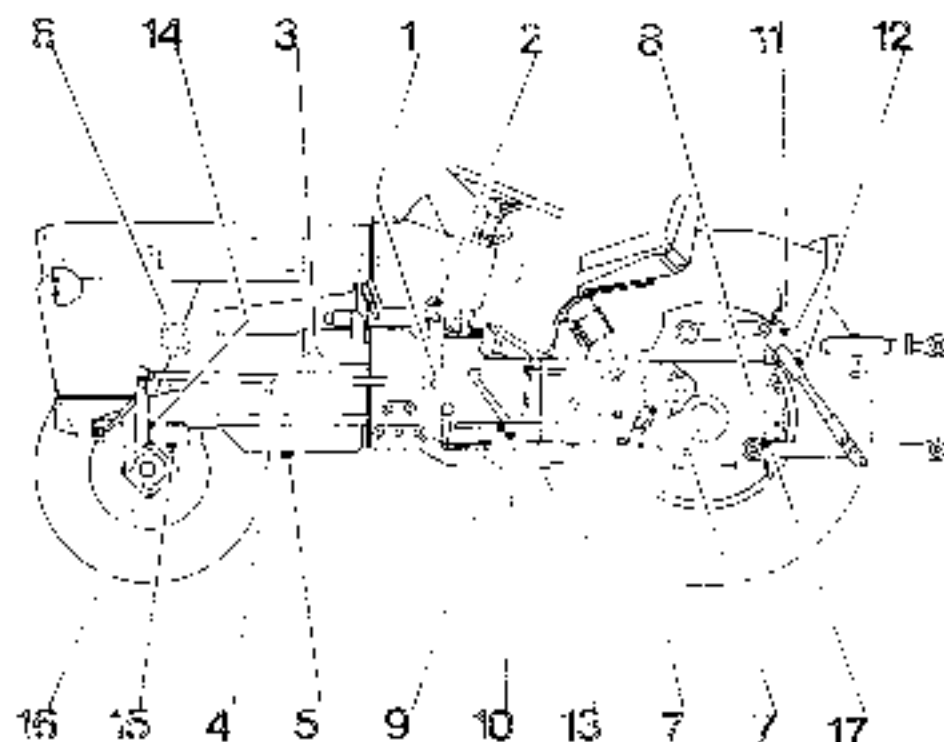

Fig. 22
PUNTI DI LUBRIFICAZIONE (Fig. 22)
- Cambio olio motore (4 e 5 fig. 22).
- Cambio olio cambio-differenziale (7 e 8 fig. 22).
- Cambio olio stazione automatica di controllo (7 e 8 fig. 22).
Controlla livello olio motore (4 fig. 22).
Ingrassaggio quadretto ruggispinta frizione (1 fig. 22).
Ingrassaggio perno centrale oscillazione assale anteriore (15 fig. 22) o perno anteriore (3 e 4 fig. 22).
Ingrassaggio perni pedali e perni leve innesto freni (16 fig. 22).
Ingrassaggio coppia ingranaggi (11 fig. 22) tirante di sollevamento destro.
Ingrassaggio tirante sollevamento s.p.c. (12 fig. 22).
Ingrassaggio albero portastegoli (17 fig. 22).
(Sole 2 RM) ingrassaggio pivots ruote (14 fig. 22).
Cambio olio motore (4 e 5 fig. 22).
Controlla livello olio cambio-differenziale (8 fig. 22).
Controlla livello olio stazione automatica di controllo (8 fig. 22).
(Sole 2 RM) lavaggio e ingrassaggio cuscinetti mozzi ruote anteriori (4 fig. 22).
(Sole 4 RM) cambio olio differenziale anteriore (1 e 2 fig. 22).
Controlla livello olio sterzo (2 fig. 22).
Cambio olio cambio-differenziale (7 e 8 fig. 22).
Cambio olio stazione automatica di controllo (7 e 8 fig. 22).